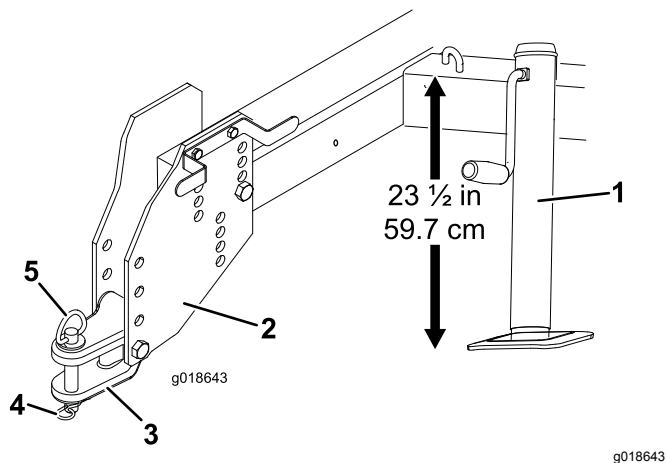

Рисунок 3
3. Отрегулируйте домкрат так, чтобы расстояние от верхней части рамы до земли составляло 59,7 см (Рисунок 3).
- Отверните болты и контргайки, которые крепят дышло к пластинам сцепного устройства (Рисунок 3).
6. Присоедините дышло к сцепному устройству тягового блока с помощью пальца сцепного устройства и шплинта (Рисунок 3).